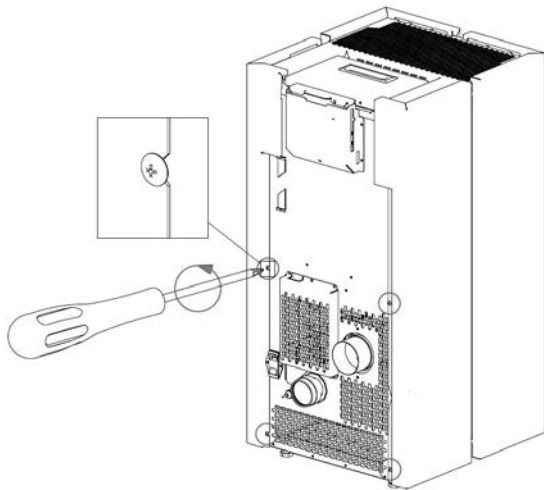

Fig. 51 - Entfernen der Schrauben
- Die 4 hinteren Schrauben herausschrauben (siehe **Fig. 51**).